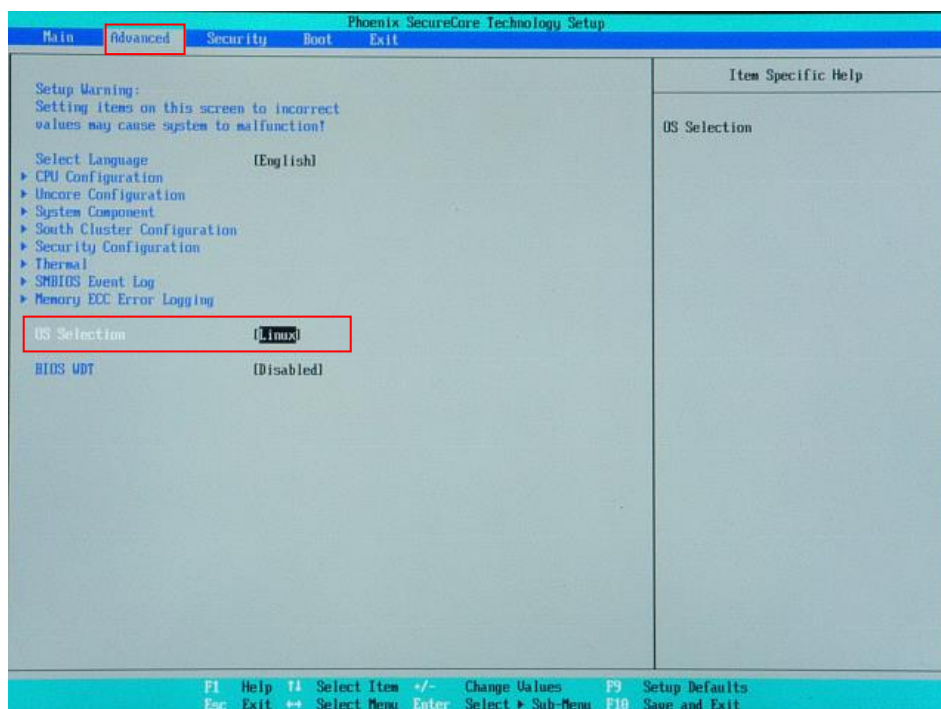

図 6-1-2-1. BIOS 設定 Advanced メニュー
- ⑦ [Boot]メニューを選択します。(図 6-1-2-2)
- ⑧ [USB CD] (接続した USB-DVD ドライブ)を[ATA HDD0] (m-SATA メインストレージ)よりも上に設定します。